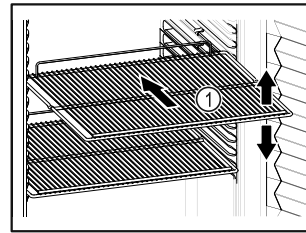

Fig. 57
- Якщо решітки для зберігання Fig. 57 (1) знімні, відрегулювати по висоті.